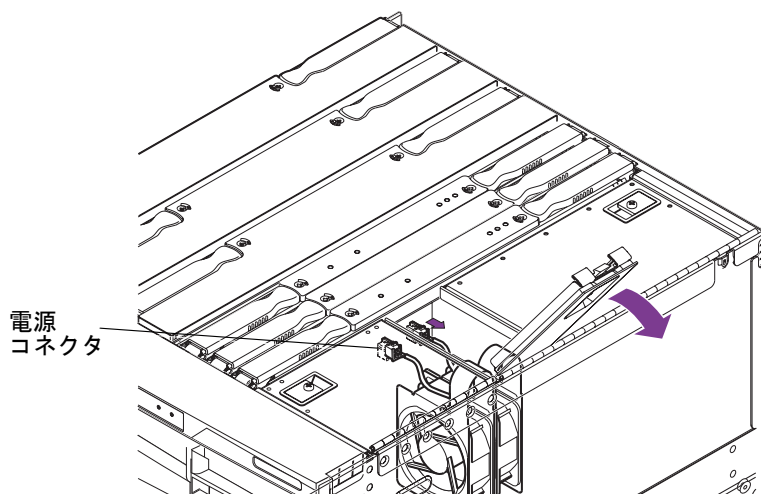

図 7-10 ファンの電源コネクタの確認
5. 取り外すファンを確認します。電源コネクタを外します (図 7-10)。
6. ファンに電源コネクタを接続します (図 7-10)。